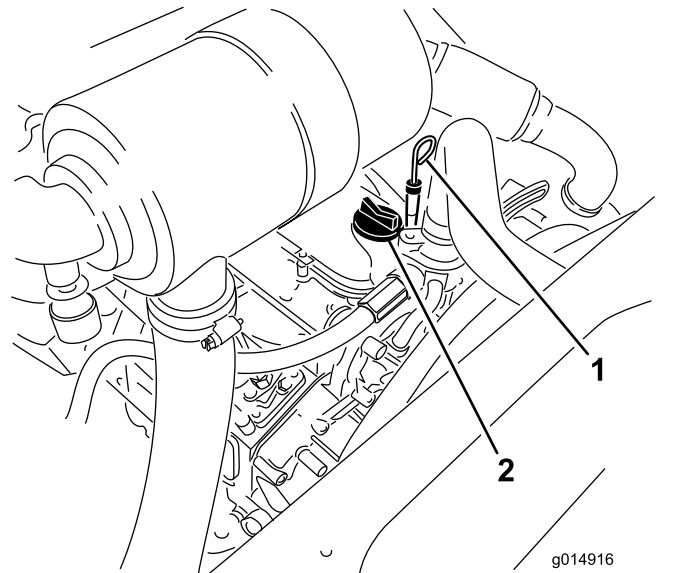

图31
3. 取出量油尺擦拭干净并安装 图31。
- 如果油位低于已满标记应取下加油盖图31添加机油直至油位达到量油尺上的已满标记。